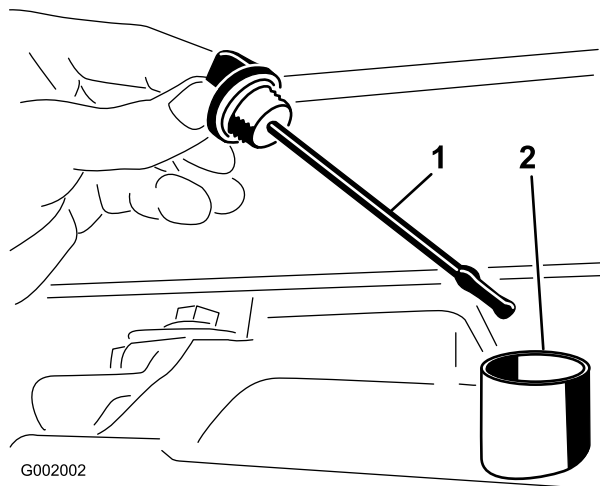

Figura 65
2. Retire a vareta da transmissão e limpe-a com um pano limpo (Figura 65).